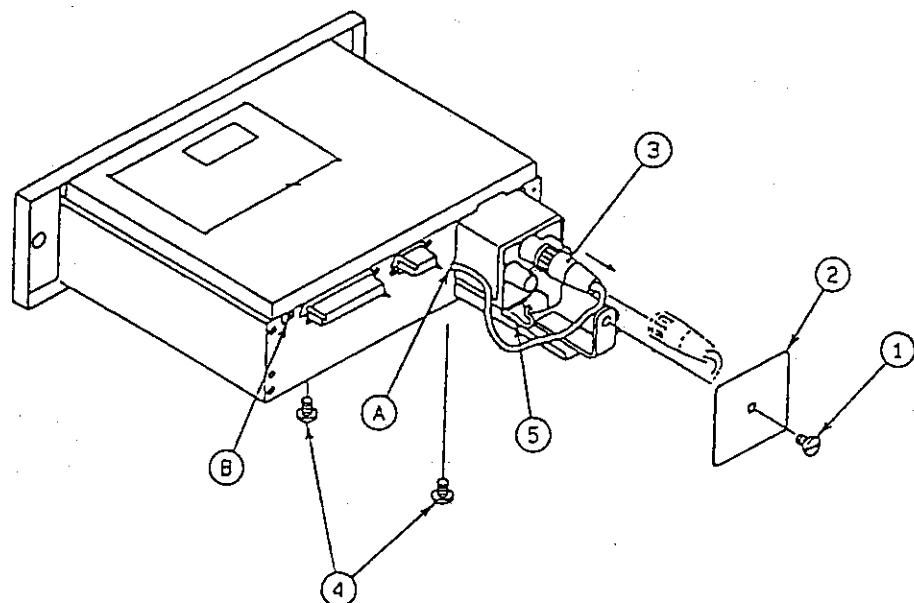
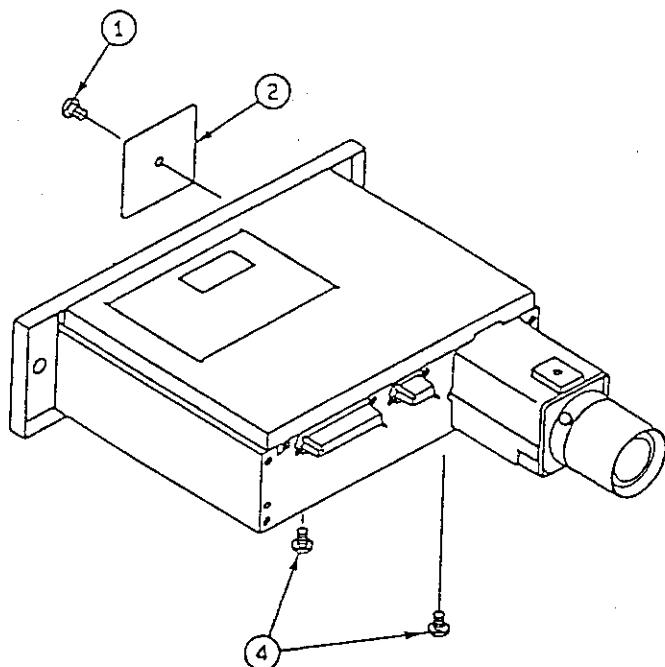

図 1
図 2
- 2) カメラを図1のように、コネクタ(3)が外に出るくらいまで引き出す。このとき、コネクタ(3)のケーブルを半円形の切り欠き部(A)に入れるようにしてカメラを引き出す。
- 3) コネクタ(3)が外に出るぐらいまで引き出せたら、カメラからコネクタ(3)を引き抜く。引き抜くときは、ローレットが切ってある円筒部(ギザギザ部)を持って図1の矢印方向に引くとはずれる。
- 5) 完全に引き出せたらカメラの向きを反転させ、カメラにコネクタ(3)を接続する。これを、図2のようにカメラ／VTRモジュールに入れる。このとき、図1のコネクタ(3)のケーブルを先に入れるようにしてカメラをモジュール内に収める。
- 1) カメラ/VTRモジュール前面のネジ(1)をマイナス・ドライバ（あるいはコイン）で外し、蓋(2)を取り外す。モジュール底面のネジ(4) 2箇所も外す。
- 2) カメラを図2のように、背面からレンズに注意しながらゆっくりとカメラを引き出しモジュールから引き出す。